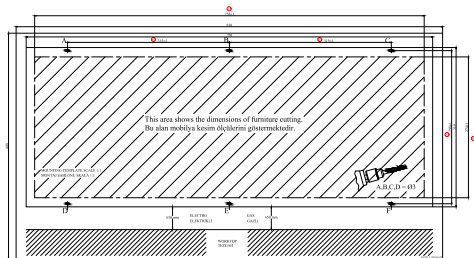

Figure 1
- Percez les trous A, B, C, D, E, F indiqués sur le modèle d'installation à l'aide d'un foret de 4 mm de diamètre. (Figure 1)